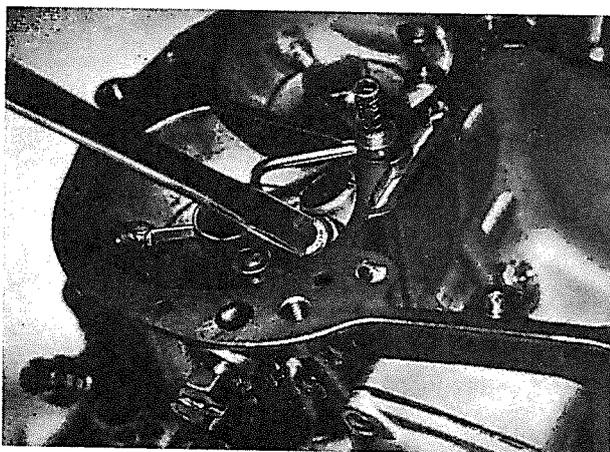

Bild 32
c) Zwei Luftkorrekturdüsen im Lufteintritt neben den Spritzrohren. **Bild 32**